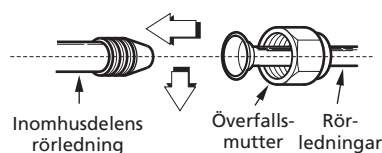
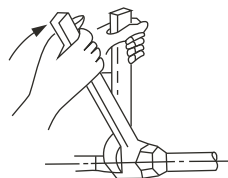

Bild 18
Bild 19
- Dra åt överfallsmuttern för hand och sedan med hjälp av skruvnyckel och momentnyckel enligt bilden (se bild 18 och bild 19).